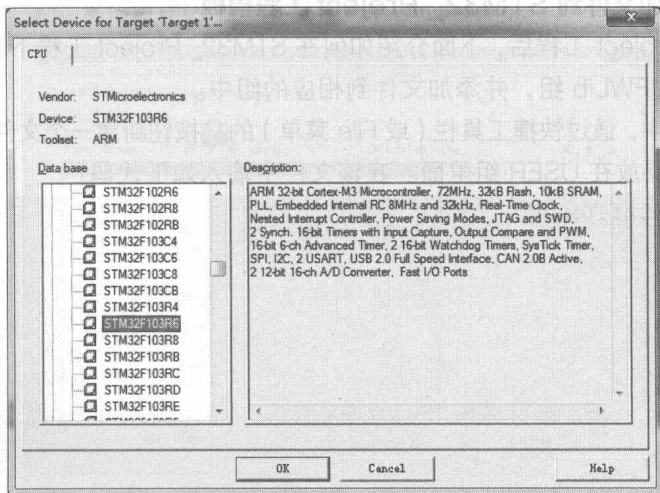

图1-8 选择芯片型号
(3) 接下来弹出选择芯片“Select Device Target ‘Target1’”对话框，本项目使用的是 STM32F103R6 芯片，选择 STMicroelectronics 下面的 STM32F103R6 即可。如果使用的是其他系列的芯片，选择相应的型号就可以了，如图 1-8 所示。